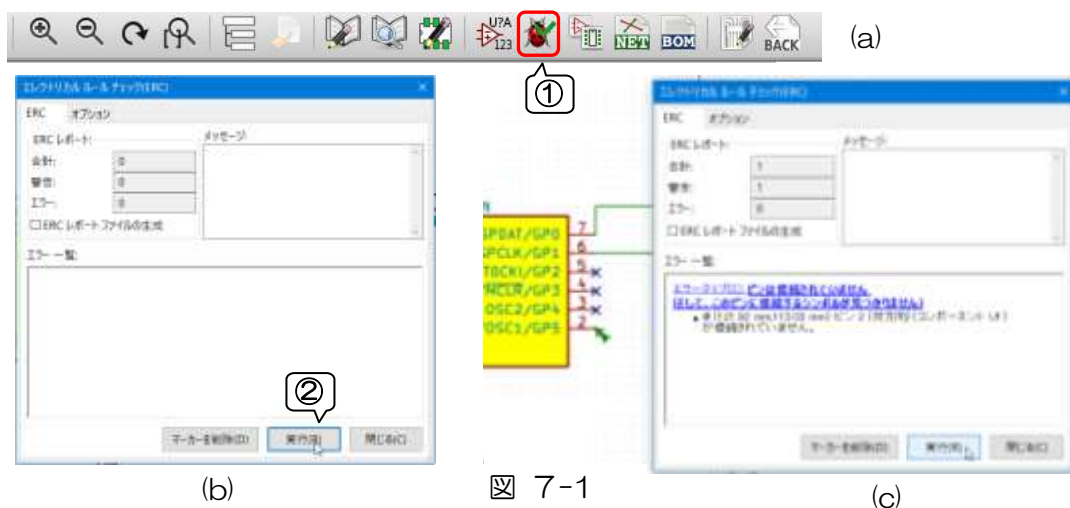

図 7-1
- ① 上ツールバー  「エレクトリカルルールチェックの実行」をクリックします。図 7-1-(a)
- ② ERC ダイアログの実行をクリックします。図 7-1-(b)
- ③ エラーが無ければ何も表示されません。
- ④ エラーがあるときは、その内容が表示されると同時に回路図中のエラー関連箇所が  で指し示されます。図 7-1-(c)